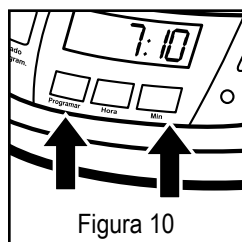

Figura 10
3. Mientras aun presiona y detiene el botón "PROGRAMAR", presione y detenga el botón de minutos MIN, hasta que la pantalla en el reloj muestre los minutos correctos. Consulte la figura 10.